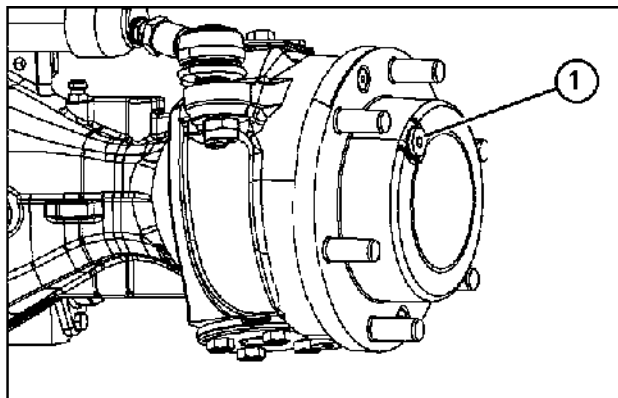
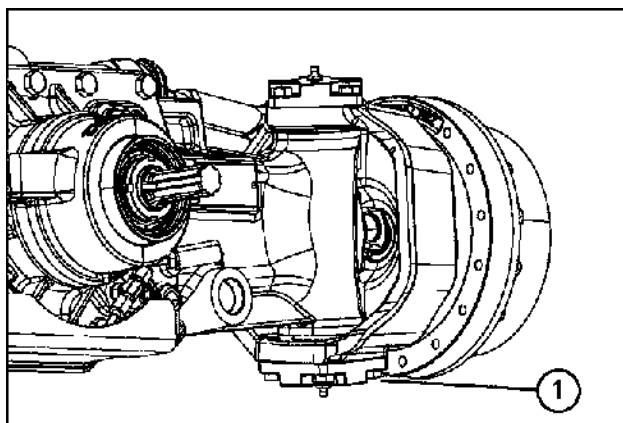

Рис. 7-30
Рис. 7-29
2. Расположите пробки колесного редуктора (1 — рис. 7-29), (1 — рис. 7-30) на осевой линии колеса. Отверните пробки и проверьте уровень масла. Уровень в норме, если масло вытекает из отверстия. При необходимости долейте надлежащий тип масла через отверстия под пробки.